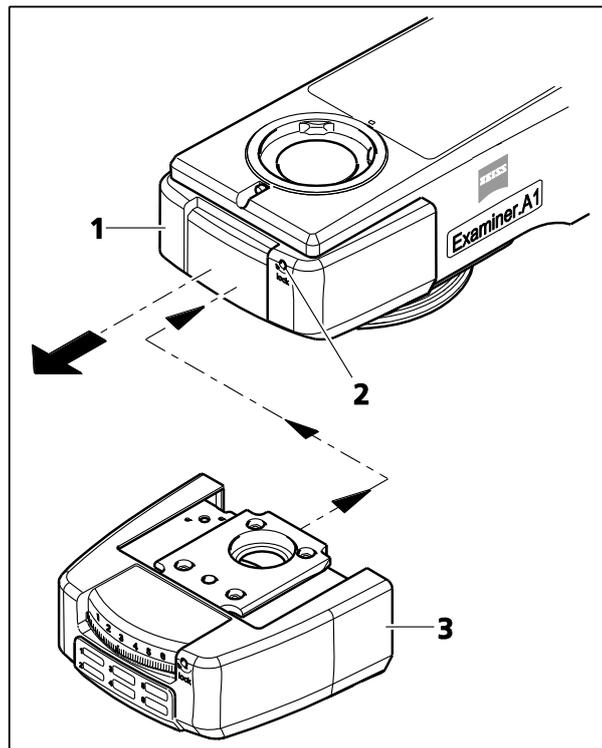

图 3-8 安装滤色镜插件
- 将球头螺丝刀（宽度 A/F 3 mm）插入钻孔（图 3-8/2），逆时针转动锁定螺钉直至到达止动位置，然后朝正面拉出封闭盖（图 3-8/1）。
- 向上滑动装有滤色镜模块（例如滤色镜转盘 6x）的滤色镜插件（图 3-8/3），将其滑入主机架顶部直至其止动位置，按住并顺时针拧紧锁定螺钉。